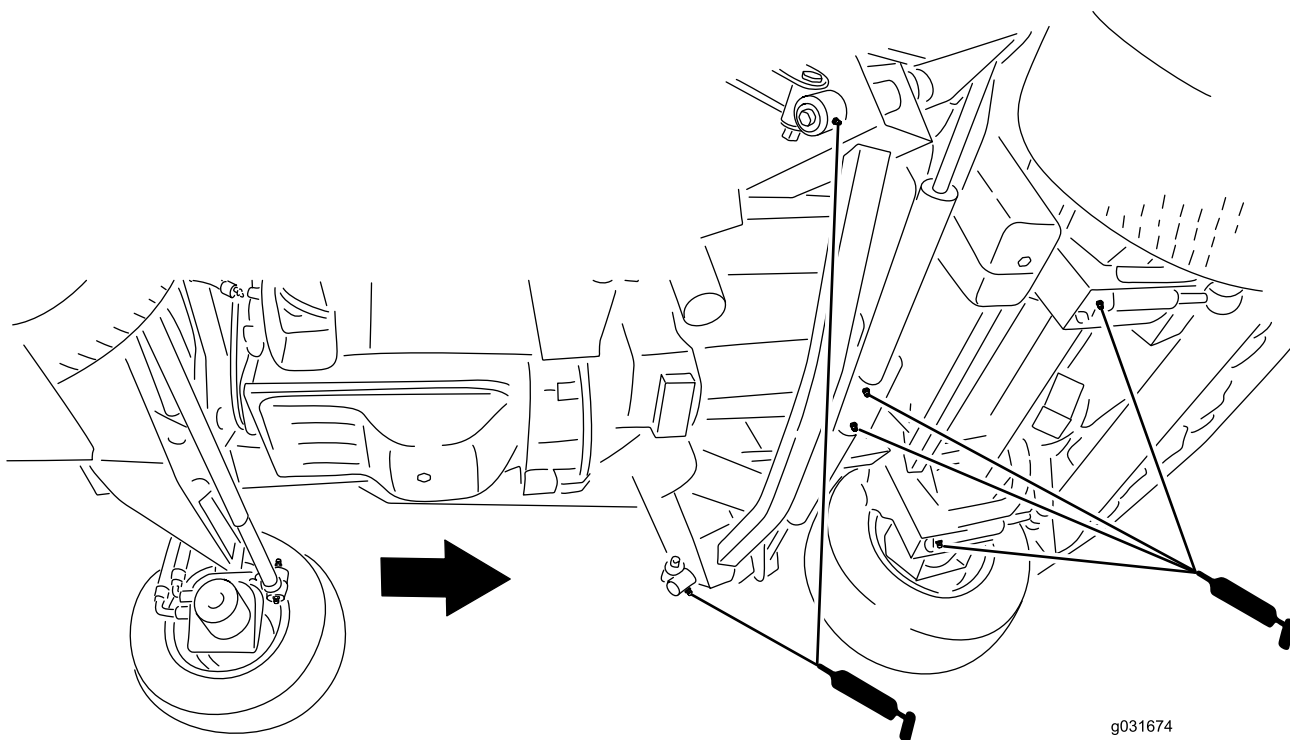

Рисунок 77
- Рычаги амортизаторов (2 шт.) (Рисунок 77)
- Шарниры гидроцилиндров подъема передней деки (2 шт.) (Рисунок 77)
- Шарниры гидроцилиндров подъема боковой деки (2 шт.) (Рисунок 77)